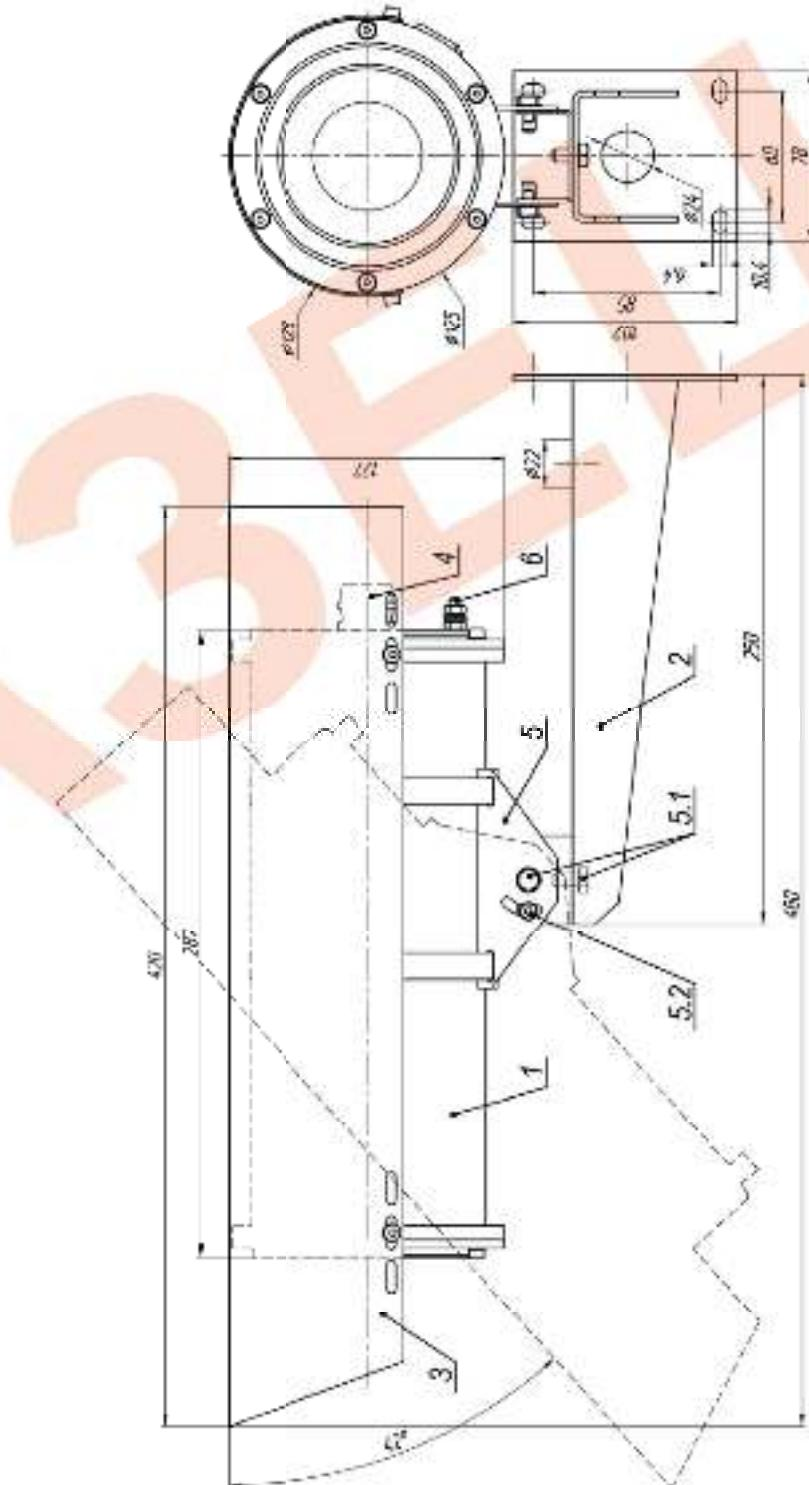

Рис.1 Габаритные и установочные размеры ТВК-197 Р
2. Ослабить болты к винты фиксации шарнира (поз.5.1 и 5.2 рис.1); установить гермобокс на нужное направление обзора, после чего надежно зафиксировать шарнир затянув выше перечисленные болты и винты.
3. Заземлить гермобокс с помощью болта заземления (поз.6 рис.1).
Состав изделия: (см. рис.1)